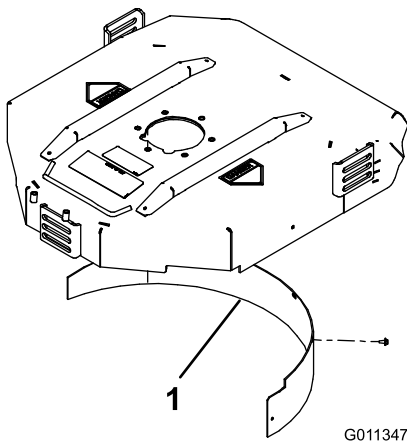

Bild 8
- Montieren Sie das Mulchablenkblech in der hinteren Öffnung und befestigen Sie es mit fünf Bundschrauben (Bild 8).